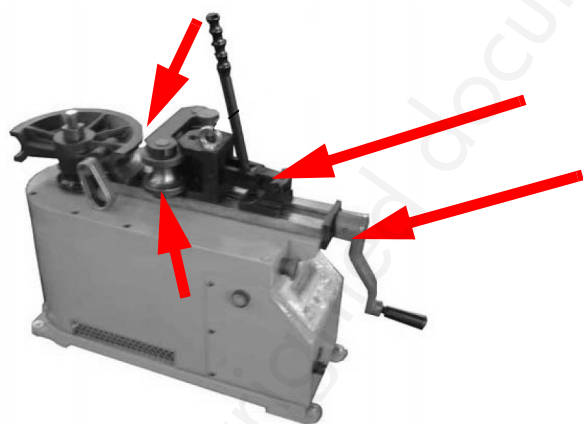

Fig. 13: Gevarenzones op de buigmachine
- Werkbereik van de machine op de bevestigingspunten van de mallen en contramallen of rollen (fig. 13).
- Zone van de bewegende slede (fig. 13).